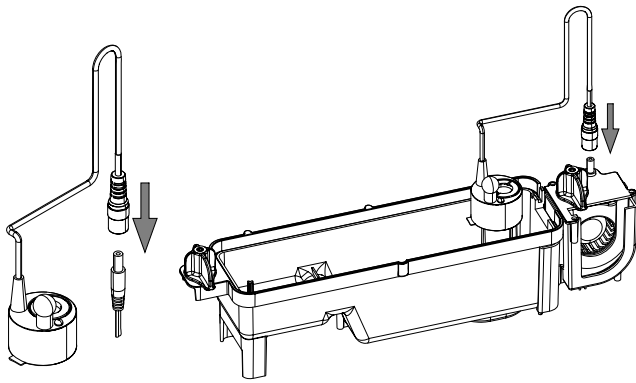

Fig. 5a
6. Um sicherzustellen, dass der Messwertgeber richtig auf der Wanne sitzt, achten Sie darauf, dass der Stift des Messwertgebers auf gleicher Höhe mit der Griffschale in der Wanne ist. (Abb. 5a)